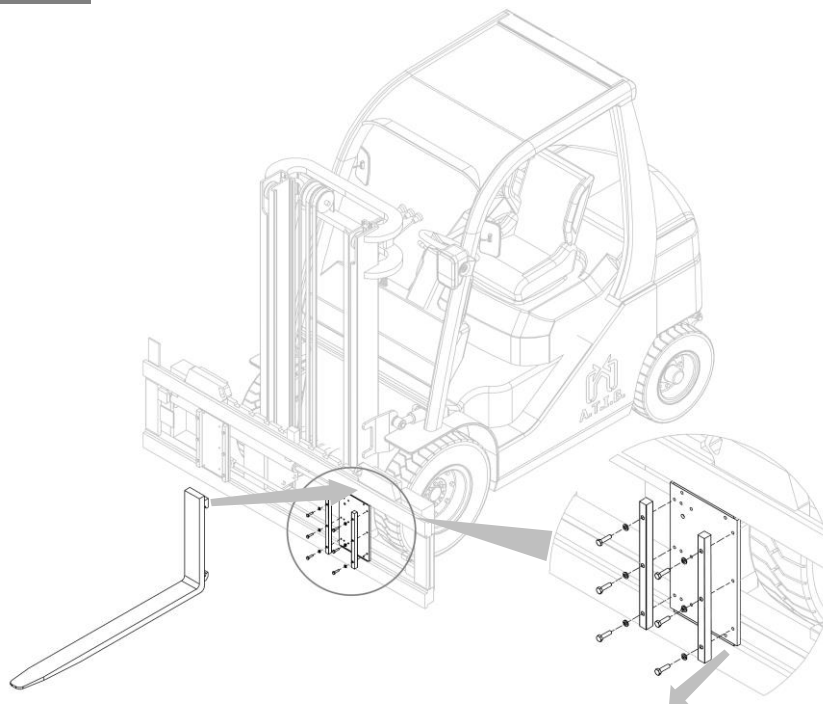

Figura 10
1. Aplicar las horquillas después de desenroscar los tops de la placa (mira *Figura 10*); el método de instalación de las horquillas en el equipo es el mismo para ambos tipos.